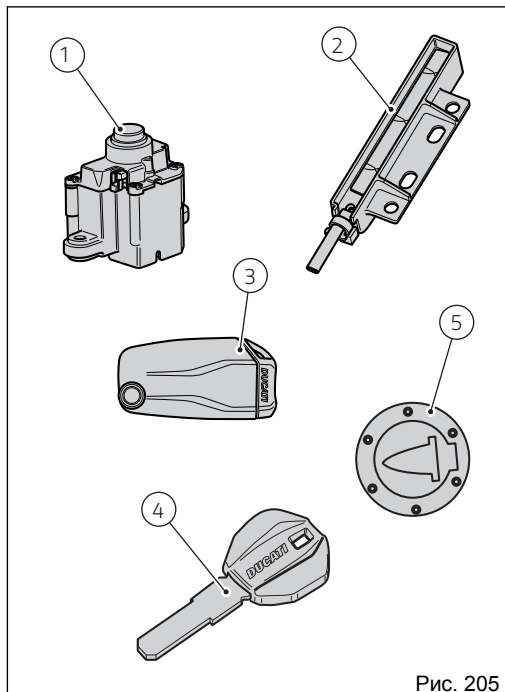

Рис. 205
Блок Hands free (1, Рис. 205) расположен в передней части топливного бака. Для доступа к нему достаточно снять защитную крышку (8), приподнимая ее вверх.
Включение осуществляется посредством кнопки (6), расположенной на руле, при наличии активного ключа (3, Рис. 205).
Выключение осуществляется кнопкой (6) на руле даже без ключа (3, Рис. 205) но при условии, что скорость мотоцикла равна нулю.
Включение зажигания осуществляется посредством кнопки (7), расположенной на блоке системы Hands free (1, Рис. 205), при наличии активного ключа (3, Рис. 205).
Выключение осуществляется нажатием кнопки (7), расположенной на блоке системы Hands free (1, Рис. 205), даже при отсутствии ключа (3, Рис. 205).
Включение осуществляется посредством серой кнопки (6), расположенной на руле, при наличии пассивного ключа (4, Рис. 205).
Выключение зажигания осуществляется серой кнопкой (6) на руле даже без ключа (4, Рис. 205), но при условии, что скорость мотоцикла равна нулю.
Включение осуществляется посредством кнопки (7), расположенной на блоке системы Hands free, при наличии пассивного ключа (4, Рис. 205).
Выключение осуществляется посредством кнопки (7), расположенной на личинке системы Hands free (1, Рис. 205) даже при отсутствии ключа (4, Рис. 205).
Включение зажигания происходит нажатием кнопки (7) на блоке системы hands free (1, Рис. 205) без наличия ключей (3) и (4) путем ввода pin-кода на приборной панели.